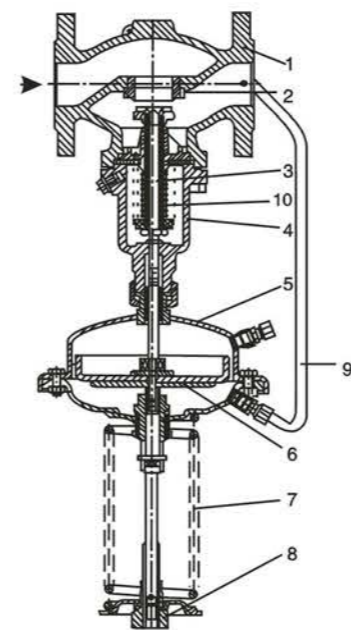
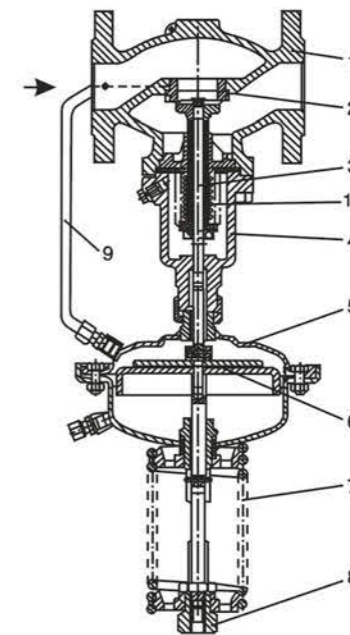
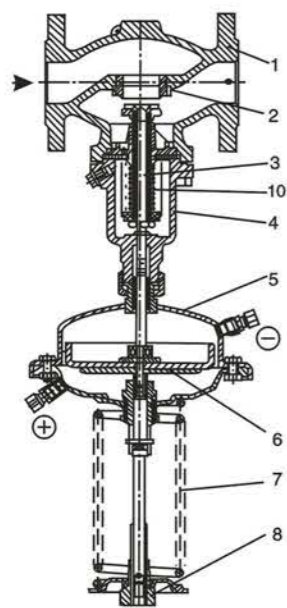
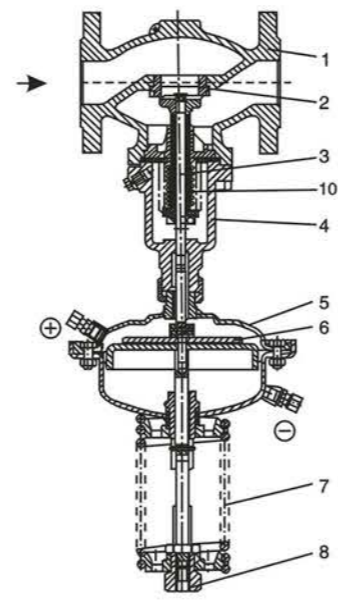

图1a V230D01 DN15~125
图1b V230D02 DN15~125
图1c V230D03 DN15~125
图1d V230D04 DN15~125
其具体结构参见图1a、图1b、图1c、图1d所示。
(1) 作阀后压力调节时的工作原理：(见图1a)
(2) 作阀前压力调节时的工作原理：(见图1b)
(3) 作差压控制时的工作原理：(图1c、图1d及安装示例)